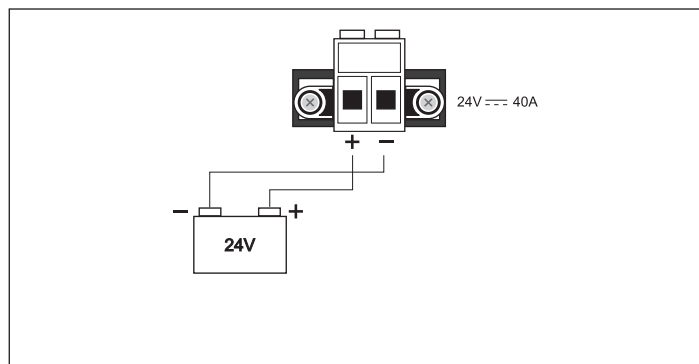

Fig. 4.4.1
La morsettiera (8) consente il collegamento ad un'alimentazione esterna in corrente continua (fig. 4.4.1).
The terminal strip (8) allows the unit to be connected to an external DC power supply (Fig. 4.4.1).